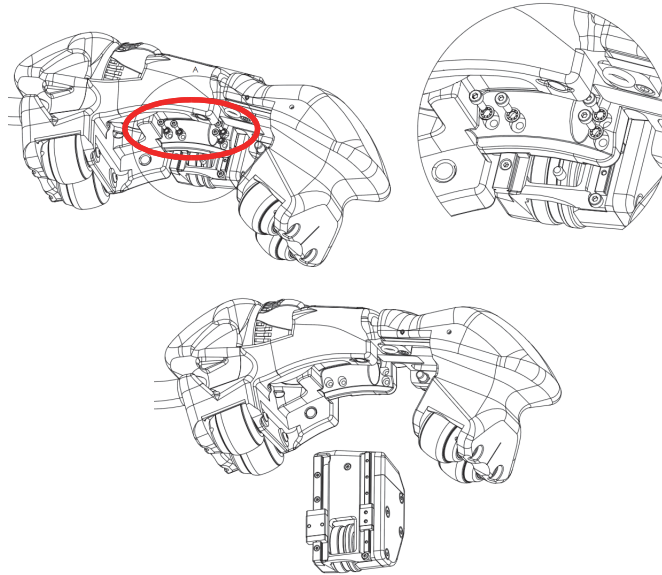

Figura 5-2 Sostituzione dell'encoder
1. Usare una chiave a brugola d 1,5 mm per rimuovere le quattro viti nell'encoder (vedi Figura 5-2 a pagina 51).